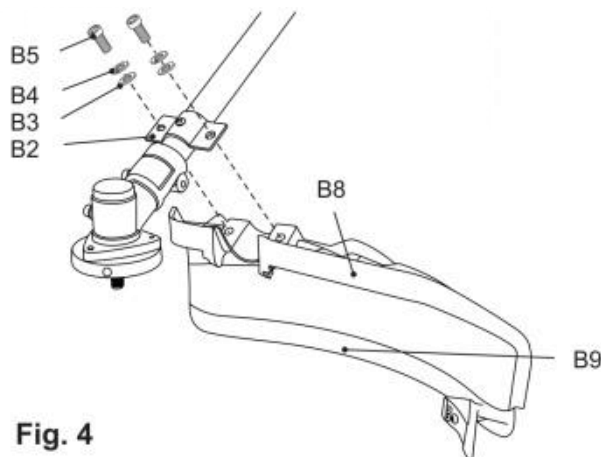

Fig. 4
21) Zet de verbinding vast met bouten (B5) , veerringen rs(B4)) en ringen (B3)) met behulp van gereedschap (E4) .(Fig.4).